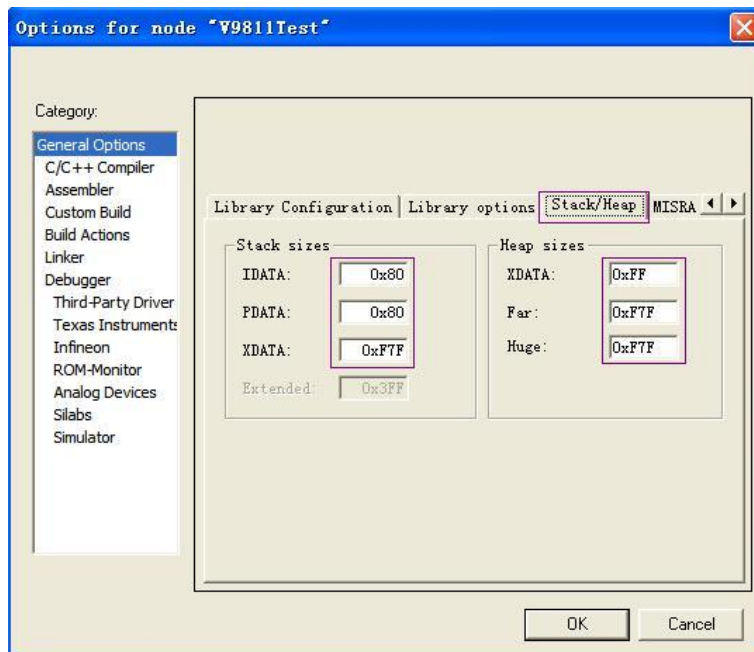

图 4 设置 Stack/Heap 选项卡
5.2 如图 4 所示进行 **Stack/Heap** 选项卡设置：**Stack sizes** 根据代码使用的栈的情况进行调整；**Heap sizes** 因芯片型号而异。